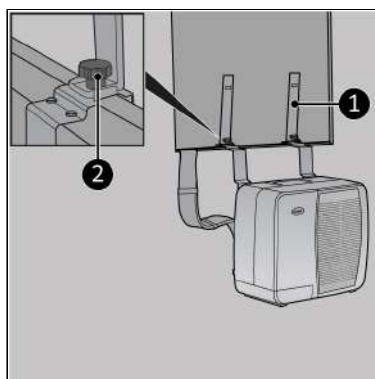

Figura 73.
1. Fissare le staffe superiori da caravan ( Figura 73, pos. 1) alle staffe inferiori serrando il tappo a vite su ciascuna staffa ( Figura 73, pos. 2).